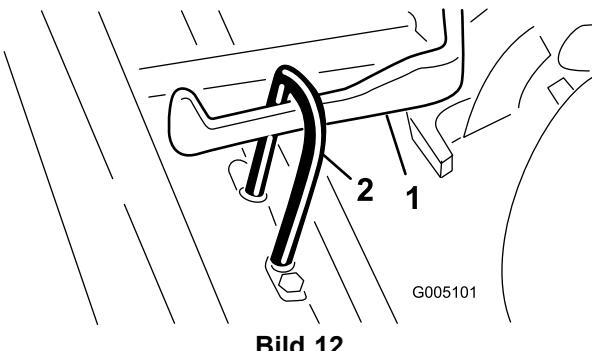

Bild 12
- Schieben Sie das Mähwerk unter den Zugrahmen, während Sie den Hubhaken am Hubarm einhaken (Bild 12).